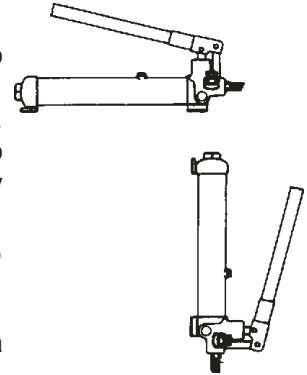

Figura 2: Posición horizontal y vertical
3. La bomba puede utilizarse en posición vertical y horizontal, como se ilustra en la Figura 2.